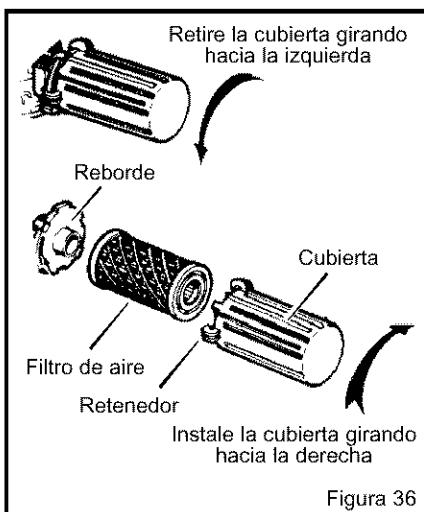

Figura 36
2. Gire la **cubierta** hacia la izquierda. Retire la **cubierta** y el **filtro de aire** del **reborde**. (Ver la Figura 36.)